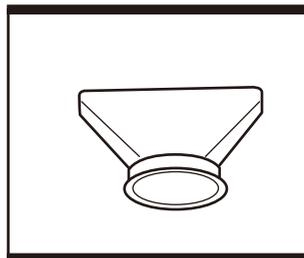

Fig. 5
3) Buse de protection pour le verre (Fig. 5)